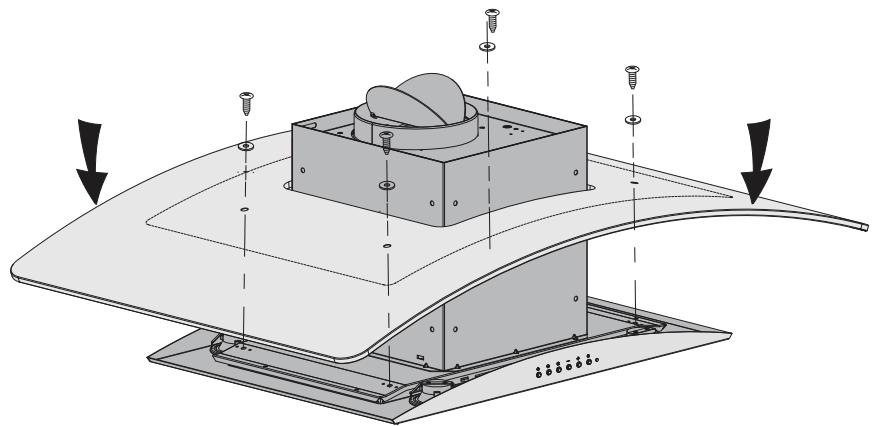

Figure 7
- Utilisez 4 vis M4 × 25 mm avec rondelles pour fixer le verre dans la hotte. Voir figure 7.